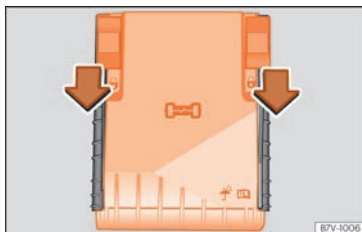

Fig. 59 En el vano motor: tapa de la caja de fusibles.
- Desplace las pestañas de bloqueo hacia delante, en el sentido que indica la flecha para desbloquear la tapa de la caja de fusibles » **fig. 59**.